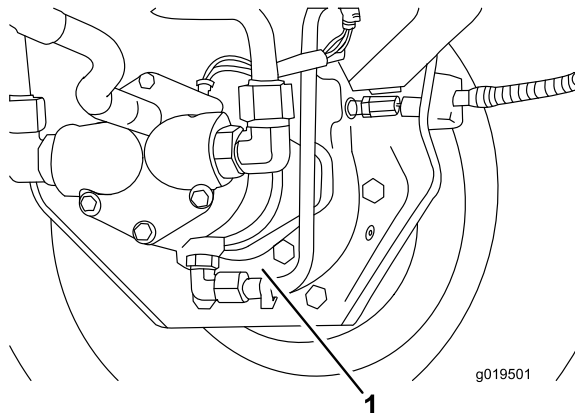

Figura 61
3. Coloque un recipiente debajo del alojamiento del freno, retire el tapón y deje que se drene el aceite (Figura 61).